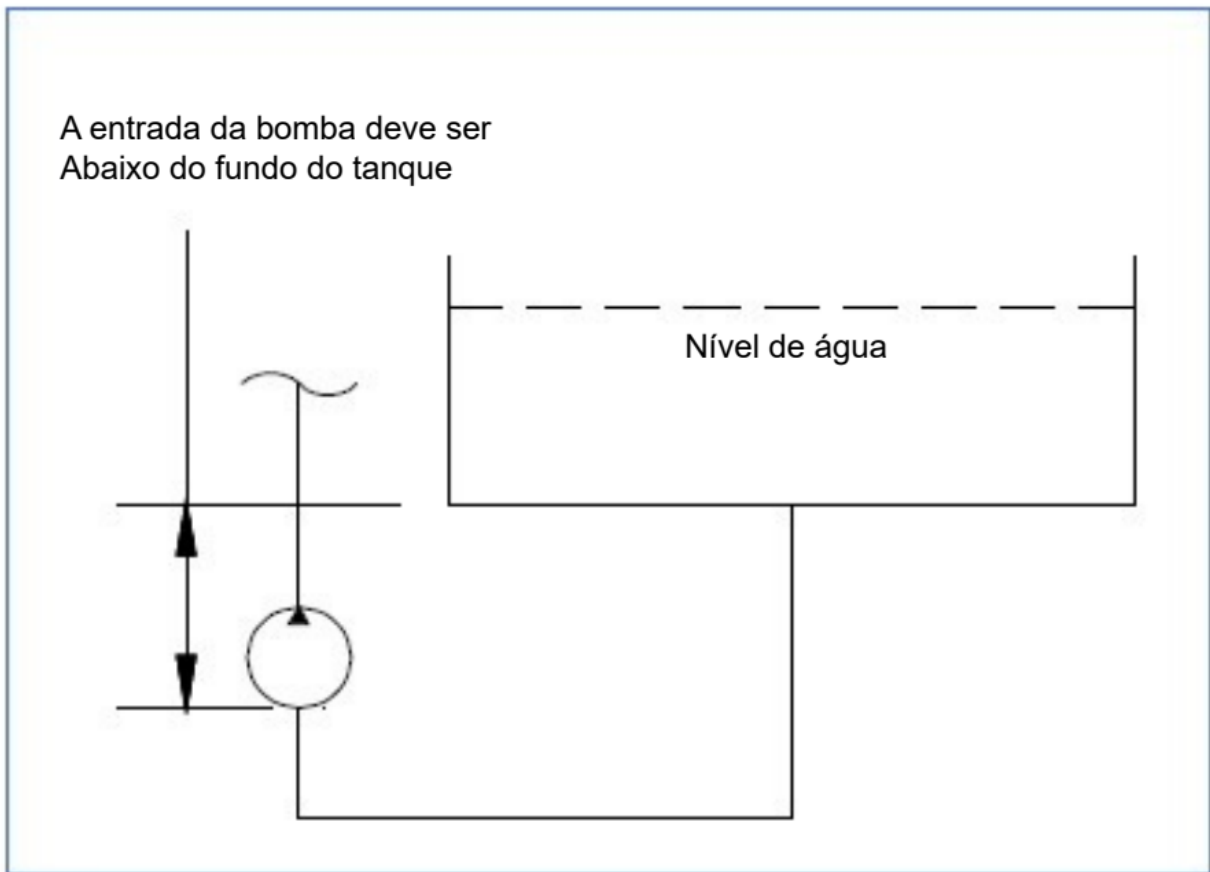

Figura 4.3 - Fonte de alimentação por gravidade
- Água de alimentação por grávida de fonte (Ver Figura 4.3). Use uma mangueira com um diâmetro de pelo menos 1-1 / 4 "para conectar o tanque de água à entrada de água da unidade.
Certifique-se de que a fonte de água pode fornecer de maneira confiável o fluxo máximo da bomba de 20 GPM (76 L / m). **Um fluxo mínimo de 30 GPM (114 L / m) é recomendado** para garantir que a bomba não está sem água. Se estiver conectando a um tanque de alimentação por gravidade, localize a saída do tanque acima da conexão de entrada de água na unidade de potência para garantir uma linha de sucção inundada. (Veja a Figura 4.3).